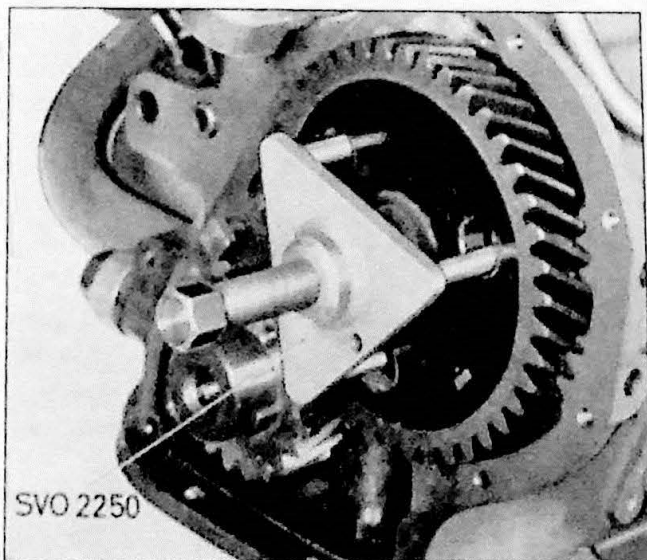

Fig. 2.38. Demontage van het nokkenastandwiel. Als alternatief voor het speciaalgereedschap is een omgebouwde poelietrekker te gebruiken.
4. Demonteer de nokkenasmoer en draai het tandwiel eraf met behulp van trekker SVO 2250 (Fig. 2.38).